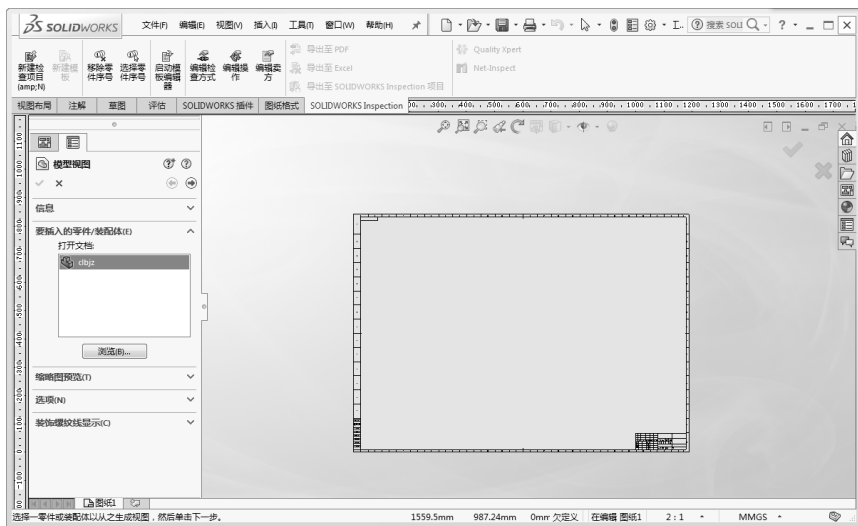

图 12-233 工程图窗口
- 04 系统打开如图 12-233 所示的工程图窗口, 双击如图 12-234 所示的“模型视图”属性管理器中的“要插入的零件/装配体”选项中的打开文件“clbjz”。